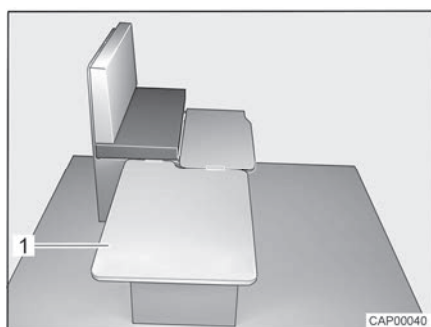

Fig. 54 Durante la trasformazione
- Agganciare la tavola di rinforzo (Fig. 54,1) lateralmente sui sedili e posizionarla sul tavolo.